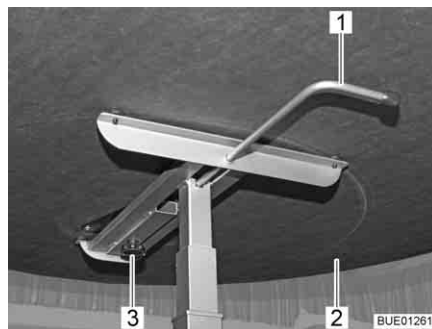

Fig. 63 Table à hauteur réglable, pivotante
- Desserrer la vis moletée (Fig. 63,3).
- Faire tourner le plateau de table (Fig. 63,2) dans la position désirée.
- Faire basculer le levier de verrouillage (Fig. 63,1) vers la gauche. Le verrouillage du mécanisme de réglage de la hauteur est ouvert.
- Appuyer le plateau de table (Fig. 63,2) au milieu vers le bas jusqu'à la butée et le maintenir appuyé.
- Faire basculer le levier de verrouillage (Fig. 63,1) vers la droite (Fig. 63). Le mécanisme de réglage de la hauteur est verrouillé.
- Faire basculer le levier de verrouillage (Fig. 63,1) vers la gauche. Le verrouillage du mécanisme de réglage de la hauteur est ouvert. Le plateau de table s'élève jusqu'à la butée.
- Faire basculer le levier de verrouillage vers la droite (Fig. 63). Le mécanisme de réglage de la hauteur est verrouillé.